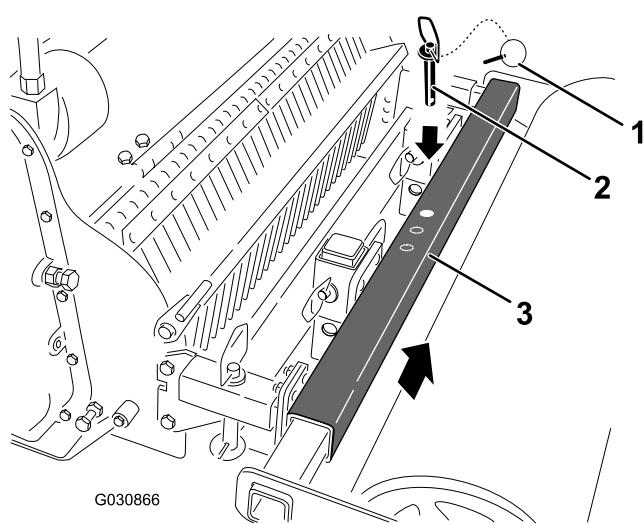

Figura 8
1. Retire el pasador (Figura 8).